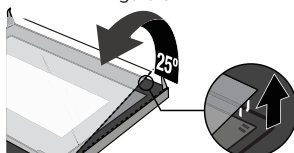

Figura 4
4. Separare con cautela il vetro sollevandolo di circa 25° (Figura 4).